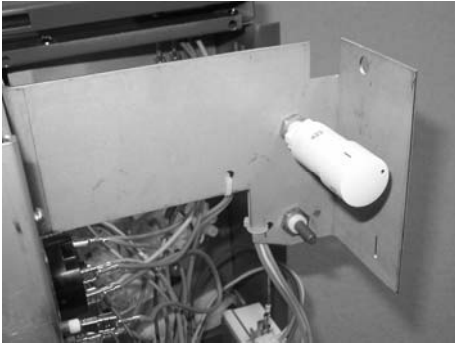

Fig.5 Potentiometer anschrauben
- Potentiometer am Reglerhalteblech anschrauben (Fig.5).